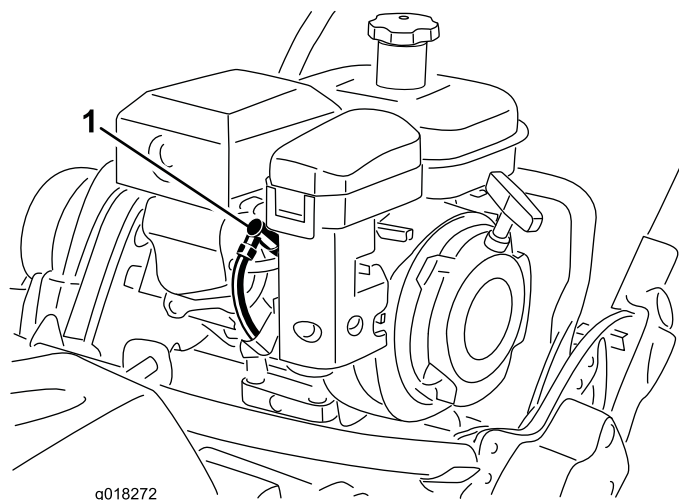

Figura 35
1. Retire el cable moldeado de la bujía (Figura 35).